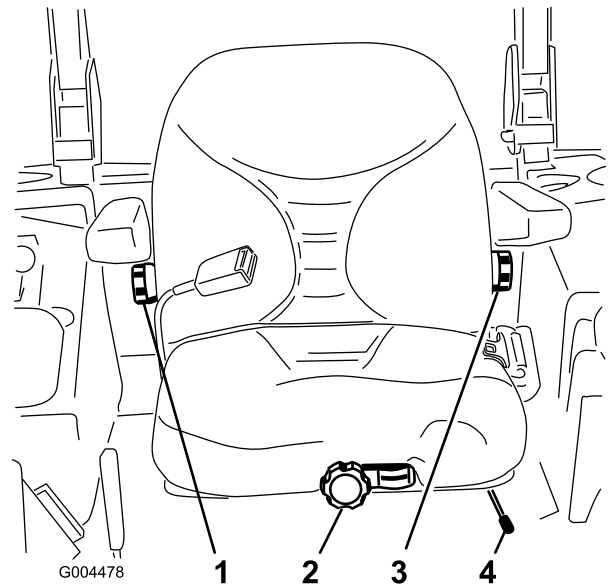

Figura 14
1. Para ajustar el asiento, mueva la palanca lateralmente para desbloquear el asiento (Figura 14).
Sin sentarse en el asiento, gire el pomo situado en la parte delantera en cualquier sentido hasta encontrar la posición más cómoda (Figura 14).
Para ajustar el respaldo del asiento, gire el pomo situado debajo del reposabrazos derecho en cualquier sentido hasta encontrar la posición más cómoda (Figura 14).
Para ajustar el respaldo del asiento, gire el pomo situado debajo del reposabrazos izquierdo en cualquier sentido hasta encontrar la posición más cómoda (Figura 14).